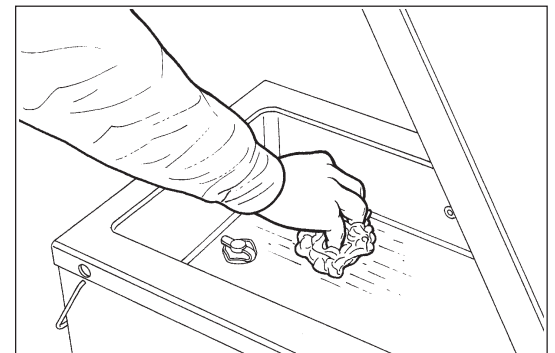

Fig. 5
- 6) Con un paño suave embebido en una solución detergente y/o desinfectante, limpiar el fondo y las superficies laterales de la cámara de vacío (Fig. 5); una vez efectuada la limpieza, reinstalar la cámara ejecutando en orden y sentido inverso las precedentes operaciones.